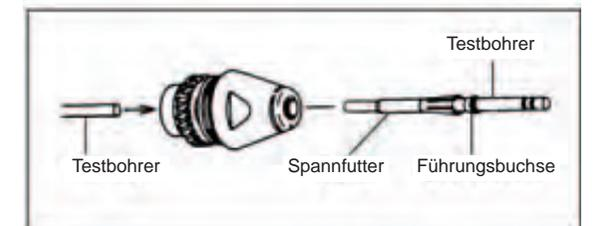

Abb. 12
③ Nach Abnahme der Rotorschaft-Mutter das Spannfutter vorsichtig mit dem Testbohrer oder dem Schaft des Bohrers von hinten herausdrücken. Die Führungsbuchse und das Spannfutter können herausgenommen werden (Abb. 12).